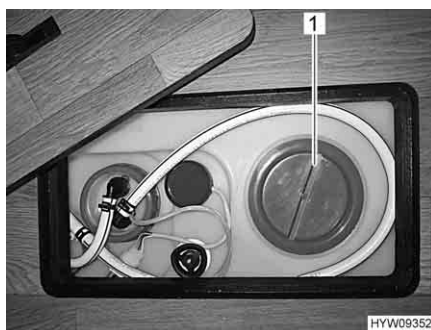

Fig. 207 Apertura per la pulizia (serbatoio dell'acqua)
- Staccare il coperchio (Fig. 207,1) del serbatoio dell'acqua.